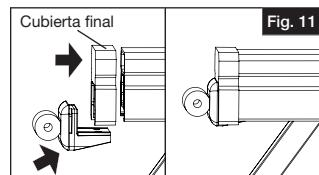

Fig. 11
- a. Presionar el tapón para travesaño superior y las cubiertas sobre los dos extremos del travesaño superior. Colocar los soportes superiores en su lugar en los extremos de los travesaños, comprobando que las cubiertas y el tapón de travesaño superior encajen en las ranuras de los soportes (Fig. 11).
- b. Alinear el soporte, el tramo y el travesaño superior. Instalar dos (2) tornillos de cabeza plana pintados de $1\frac{5}{8}"$ por los orificios perforados fijando el conjunto solo en la parte superior del barandal de escalera.